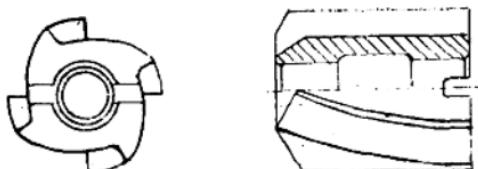

图 4
3. 套式扩孔钻 这种钻头用于扩大25毫米以上的孔径，它的中间有一个1:30的锥孔（见图4），上端部有一个豁口，用于安装钻杆。套式扩孔钻有些象铣刀，具有四个刀刃，扩孔质量很高，但扩孔余量不要留得过大，并不适用于扩毛坯孔（如铸、锻的坯孔）。